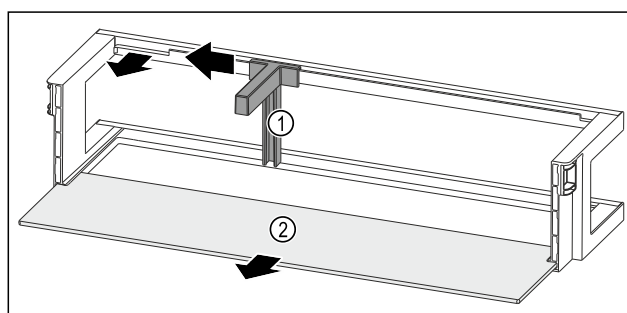

Fig. 89 Dørhylle med flaskeholder og oppstillingsplass
- ▶ Skyv flaskeholderen Fig. 89 (1) frem til fordypningen til side.
- ▶ Fjern flaskeholderen Fig. 89 (1).
- ▶ Fjern oppstillingsplassen Fig. 89 (2).